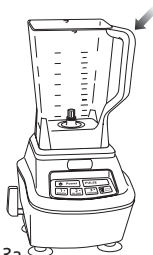

Fig. 3a
- 4 La jarra se puede colocar en la base del motor de dos formas distintas; el mango puede quedar en la esquina delantera derecha o en la delantera izquierda. (Fig. 3a, Fig. 3b)